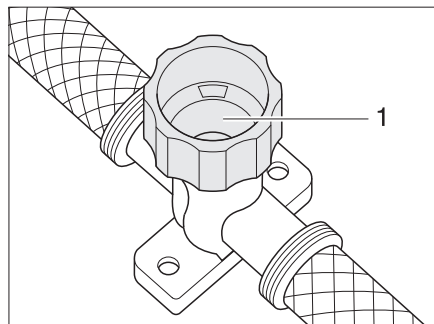

Bild 135 Avtappningskran för varmvattenaggregat
- Stäng avtappningskranen. Vrid då locket (Bild 135,1) medurs.
- Öppna avtappningskranen till varmvattenaggregatet. Vrid då locket (Bild 135,1) moturs.